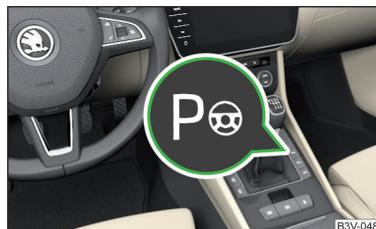
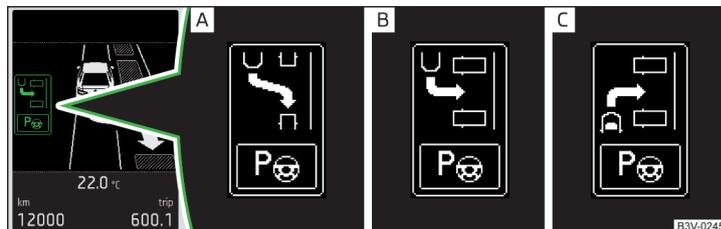

Abb. 280
Abb. 281 Menü mit den Parkmodi: Displayanzeige
- Der Einparkvorgang kann jederzeit durch das Drücken der Taste **P** » Abb. 280 auf Seite 239 oder durch einen Lenkeingriff beendet werden.
» Abb. 280.
- › Das System mit der Taste **P** aktivieren » Abb. 280 auf Seite 239.
### Parkmodi » Abb. 281
Der Parkmodus kann gewechselt werden, indem die Taste **P** » Abb. 280 auf Seite 239 gedrückt wird.
Sobald das System eine Parklücke findet, dann mit der Taste **P** » Abb. 280 auf Seite 239 den Parkmodus vorwärts » Abb. 281 auf Seite 240 - **C** auswählen. Im Display wird Folgendes angezeigt » Abb. 284.
➤ Die Taste **P** » Abb. 280 auf Seite 239 drücken.